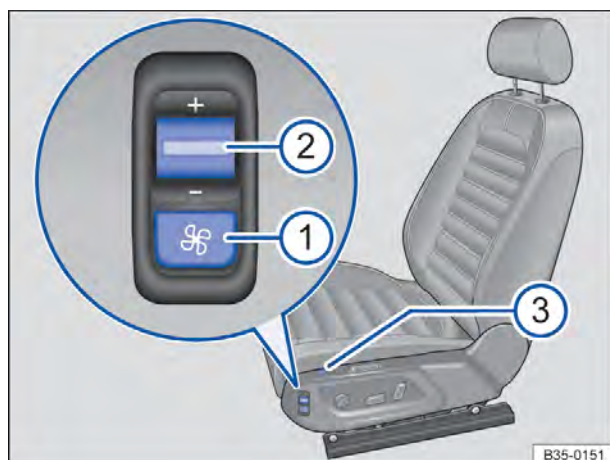

Fig. 55 No assento dianteiro: interruptor para a ventilação do assento.
- Pressionar o botão  **Fig. 55**  para ligar a ventilação do banco. A luz de controle do banco dianteiro  se acende.